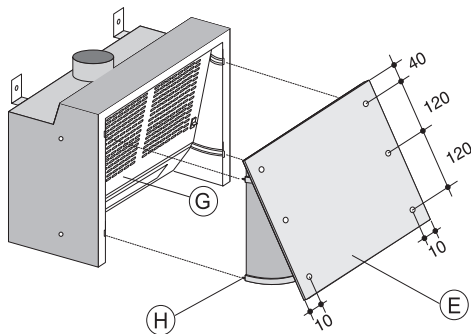

Fig. 3
- Verwijder de filters G (fig. 3).
- Maak de klep met behulp van de schroeven vast aan het frontpaneel, waarbij u de maten uit fig. 3 aan moet houden.